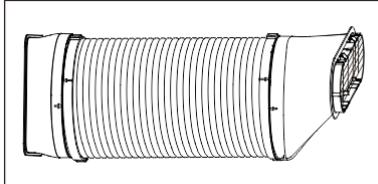

Fig.3
- 3) Após a montagem, como na fig. (Fig. 3)